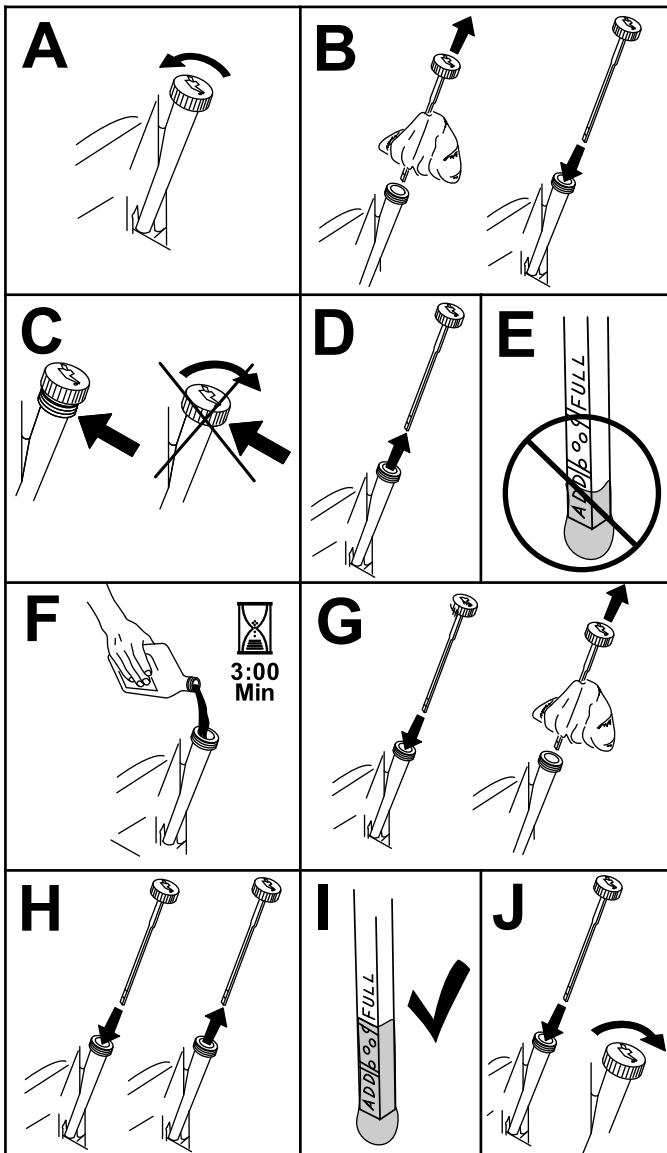

Figure 51
3. Contrôlez le niveau d'huile moteur, comme montré à la Figure 51.